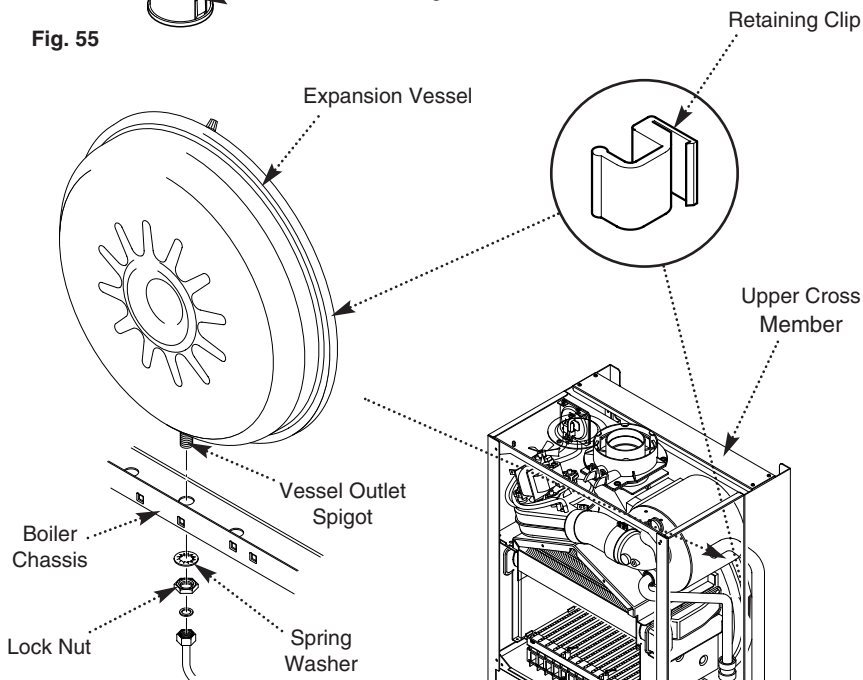

Fig. 56
12.16 Expansion Vessel (Fig. 56)